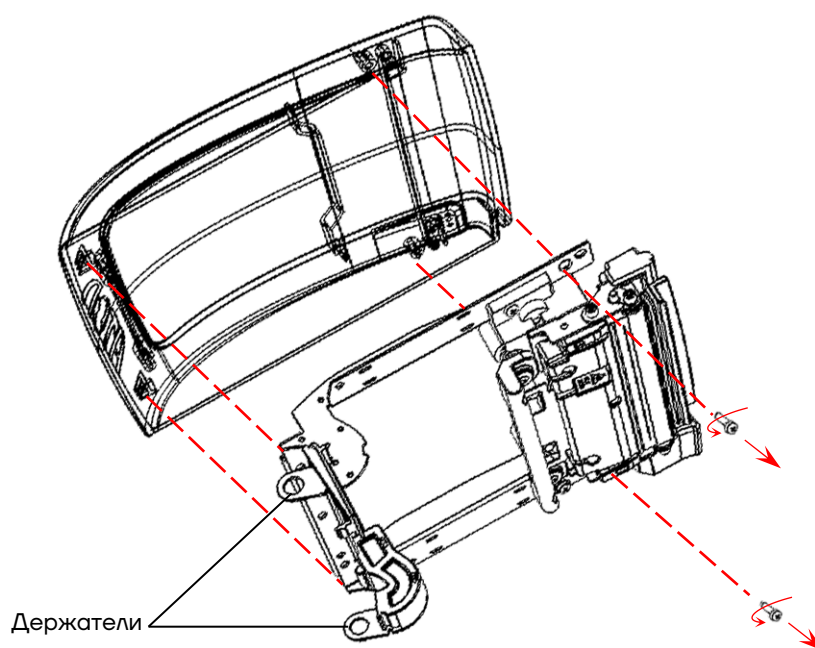

Рисунок 20. Крепление рычага в крышке
- 1** Отделить металлический рычаг от крышки лотка для ЧЛ (рисунок 20).
- 9** Прикрепить металлический рычаг к крышке лотка для ЧЛ (рисунок 20).